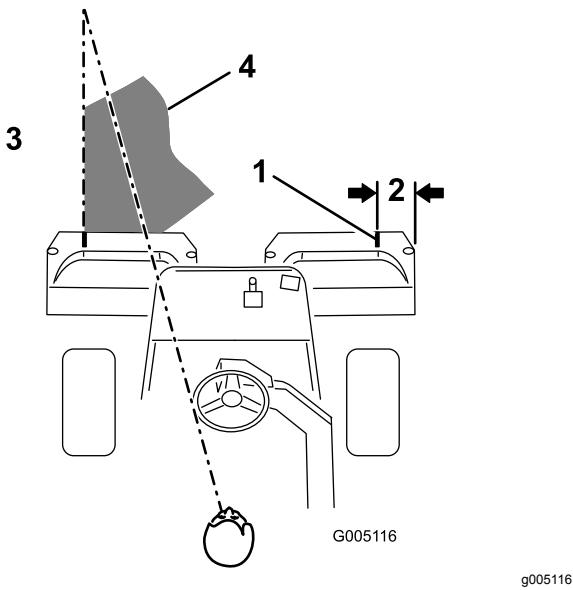

Figura 24
**Nota:** Para ayudar a mantener una línea recta a través del green y mantener la máquina a la misma distancia de la pasada anterior, establezca una línea imaginaria desde un punto situado a 1,8–3 m aproximadamente por delante de la máquina, hasta el borde de la parte no segada del green (Figura 24). Puede ser útil incluir el borde exterior del volante como parte de la línea imaginaria, es decir, mantener el borde del volante alineado con un punto que se mantiene siempre a la misma distancia de la parte delantera de la máquina.